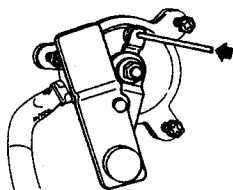

Рис. 7.6 Регулировка выключателя, блокирующего включение стартера при включенной передаче (См. Раздел 6)
5. Вставьте штифт диаметром 2,5 мм в отверстия на рычаге выключателя и корпусе выключателя. Удерживая штифт, затяните винты крепления выключателя. Снимите штифт (См. Рис. 7.6).